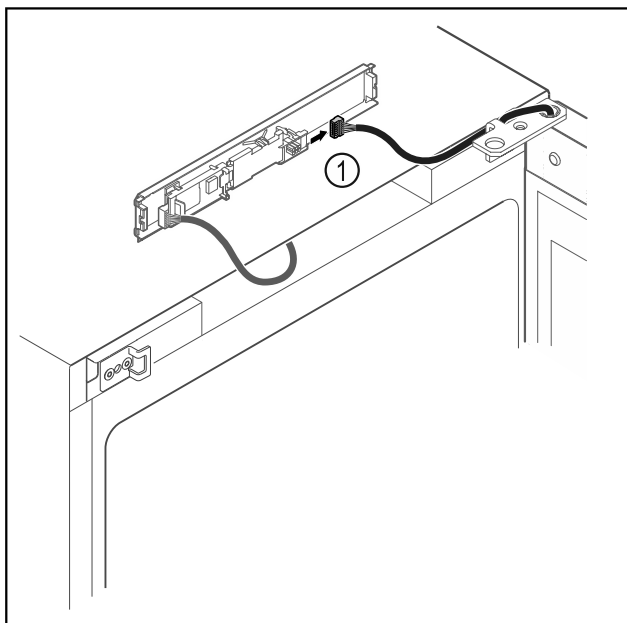

Fig. 8
- ▶ Húzza ki a dugót Fig. 8 (1) a NYÁK-ból.